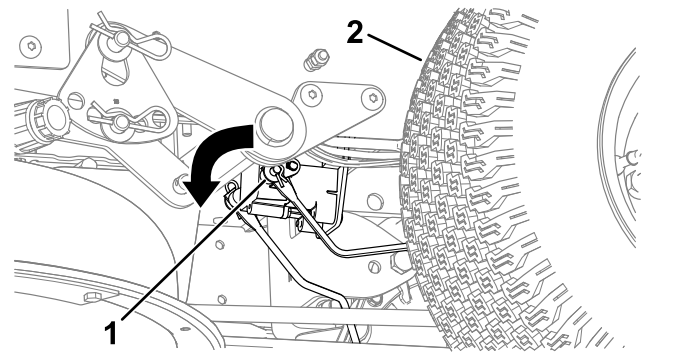

Figura 47
3. Localice el eje del freno eléctrico al que están conectados los brazos de enganche de los frenos (Figura 47).
4. Gire el eje para quitar el freno (Figura 47).